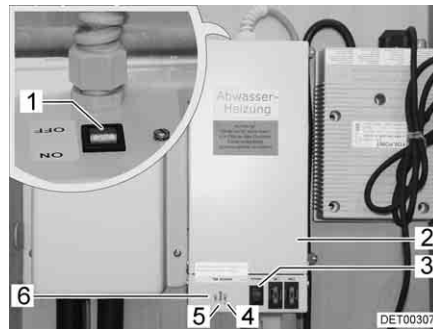

Fig. 130 Transformateur avec régulateur
Le transformateur 230 V AC/12 V DC (Fig. 130,2) est, suivant le modèle, monté dans la penderie ou dans la banquette de la dînette.
- Le voyant de contrôle (Fig. 130,5) s'allume en vert : Régulateur en marche
- Les voyants de contrôle (Fig. 130, 4 et 6) s'allument en rouge : Les conduites des eaux usées sont chauffées
Un bouton-poussoir de contrôle (Fig. 130,3) est intégré dans le boîtier, ce bouton permet d'enclencher brièvement le régulateur. En appuyant sur le bouton-poussoir de contrôle, vous pouvez tester le fonctionnement du chauffage, même si la température ambiante est supérieure à 5 °C.
- Placer l'interrupteur (Fig. 130,1) du transformateur (Fig. 130,2) sur "ON".
- Placer l'interrupteur (Fig. 130,1) du transformateur (Fig. 130,2) sur "OFF".